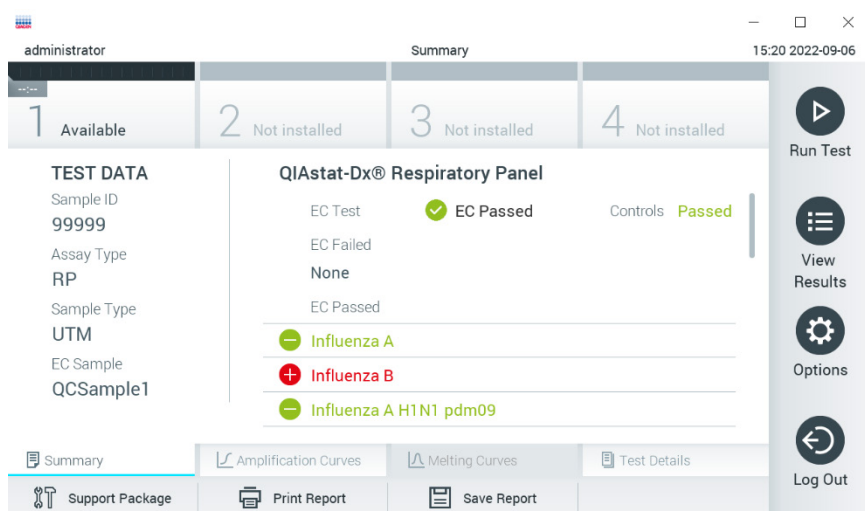

图 97. EC 结果 Summary (摘要) 屏幕。
12. QIAstat-Dx 检测试剂卡盒排出后，将显示结果 Summary (摘要) 屏幕 (图 97)。有关详情，请参阅第 8.3 节。